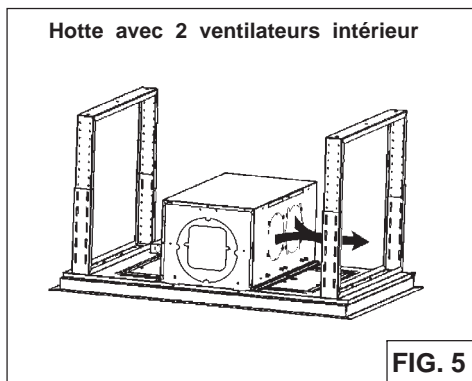

FIG. 5
3. Exercer une pression sur le ressort métallique situé dans le compartiment des piles pour les extraire. Remplacer les deux piles avec le type 3V CR2450 (Fig.5). Remonter en répétant en sens inverse la même procédure.
5. L'orientation du ventilateur peut être changée selon l'emplacement de la sortie. Voir Fig. 5 et 6.